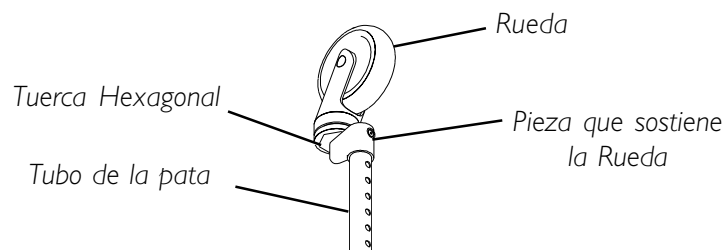

FIGURA 4 - APRETANDO LAS RUEDAS GIRATORIAS
RUEDAS GIRATORIAS - MODELOS NOS. 6273 Y 6267 (FIGURA 4)
APRETANDO LAS RUEDAS GIRATORIAS (FIGURA 4)
2. Detenga el ensamble de una (1) rueda con la rueda hacia arriba, según se muestra en la FIGURA 4.